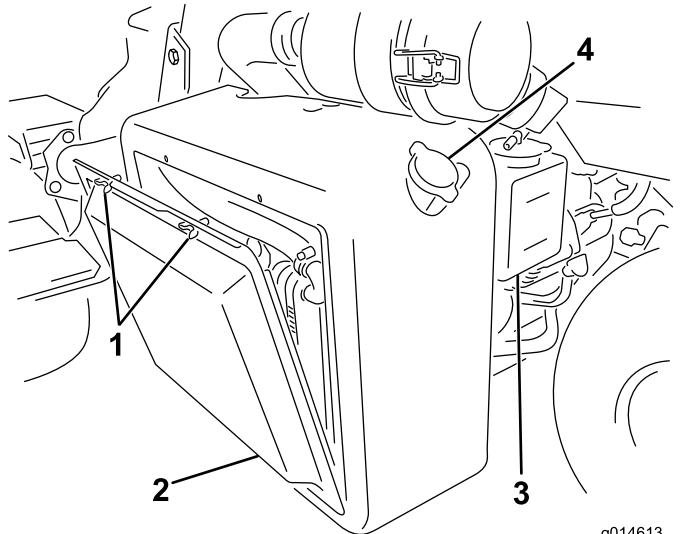

Figure 35
1. Retirez l'écran du radiateur (Figure 35).
2. Contrôlez le niveau de liquide de refroidissement (Figure 35 et Figure 36).